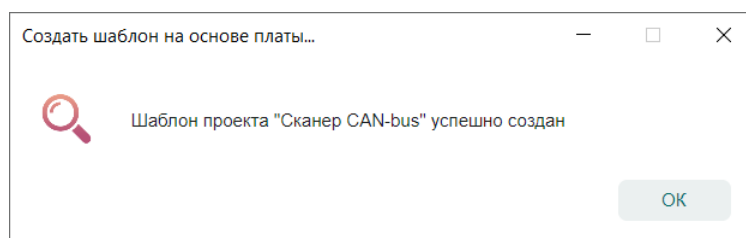

Рис. 152 Завершение процесса создания шаблона платы
8. В информационном окне о завершении процесса создания шаблона платы нажмите «ОК», см. Рис. 152.